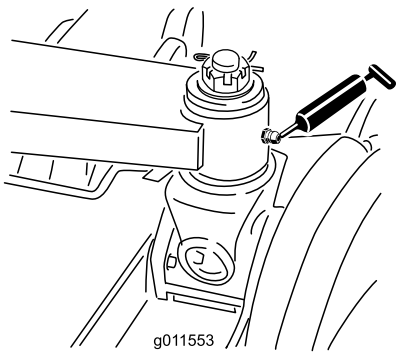

Figura 49
- 6 boccole del braccio di sollevamento principale (Figura 48 e Figura 49)